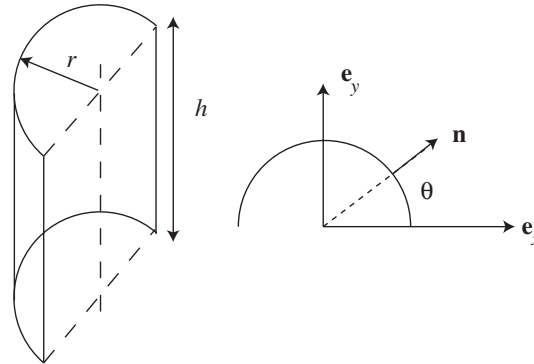

Figure 1 : schéma du barrage.
- Calculer les composantes de \mathbf{n} dans le repère cylindrique de la figure 1.